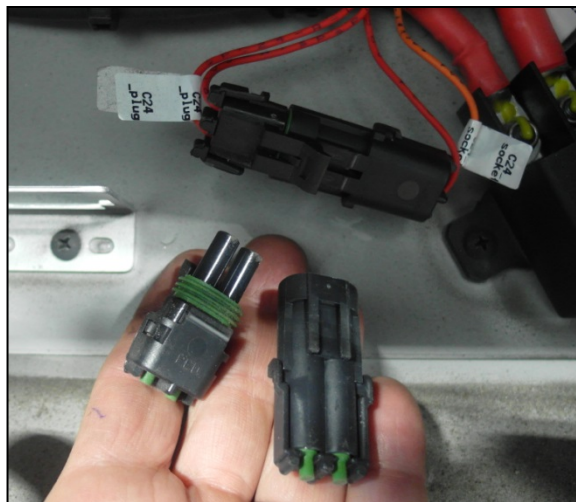

FIGURE 2
3. Retirer les douilles des deux connecteurs et les garder dans un endroit sûr (Figure 2).